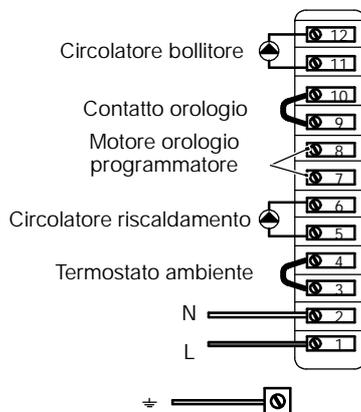

fig. 3.3
- 1 Collegare il cavo di alimentazione elettrica proveniente dall'interruttore bipolare alla morsetteria della caldaia (fig. 3.3) rispettando la corrispondenza della Linea (filo marrone) e del Neutro (filo azzurro).